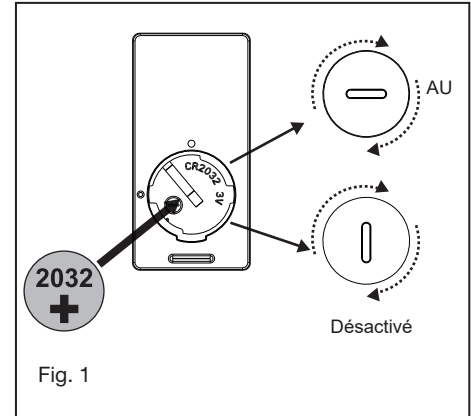

Fig. 1
- 1 Retirez l'une des trois vis du moyeu de montage situé sur le moteur du ventilateur. Desserrez les 2 autres vis. (Ne pas retirer) (Fig.1)
- 1 Sélectionnez un emplacement souhaité. Utilisez la plaque murale pour marquer l'emplacement des trous de montage. Un mur en plastique ou des vis de montage sont nécessaires pour cette application. (Fig. 1)
Votre moteur CC sans balais est équipé d'une télécommande de type à apprentissage automatique. Il n'y a pas de commutateurs de fréquence sur le récepteur ou émetteur. Le ventilateur peut commencer à être utilisé une fois le processus d'appairage terminé. Retirez le panneau de l'émetteur, puis installez une pile 2032 (incluse). Vous devez utiliser une pièce de monnaie pour ouvrir ou fermer le couvercle de la batterie. Pour éviter d'endommager l'émetteur, retirez la batterie si vous ne l'utilisez pas pendant de longues périodes (Fig. 1)